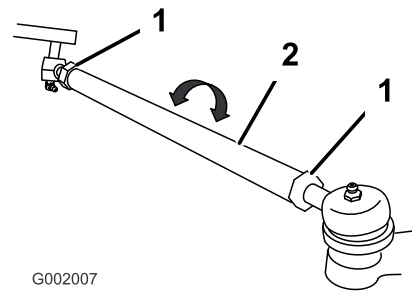

Figure 46
- Si les mesures sont hors spécifications, desserrez les écrous de blocage aux deux extrémités des biellettes (Figure 46).